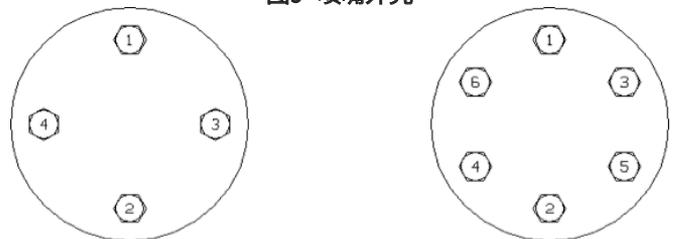

图10- 喷嘴法兰的螺栓扭转顺序
3. 安装阀体螺柱螺母,根据螺栓图案上的编号,按照图10所示顺序将其拧紧,施加扭矩达到冲洗装配图上所示的值,至少分为六个等扭矩施加步骤(预设值的10%,20%,40%,60%,80%和100%),除非另有特别指定